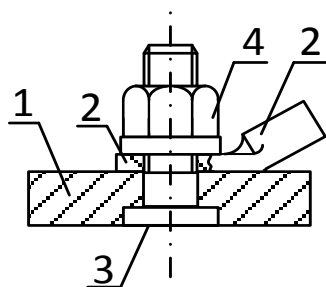

Рисунок 2. Контактное соединение шин **ШУП-МДР** (1 - медная шина; 2 – кабельный наконечник; 3 – винт запрессовочный; 4 – гайка с зубчатым фланцем).
- для прижатия наконечника к шине используется винт запрессовочный (см. п. 1.3 рис. 2);
Контактное соединение шины **ШУП-МДР** и кабельного наконечника обеспечивается через винт запрессовочный (см.рис.2).